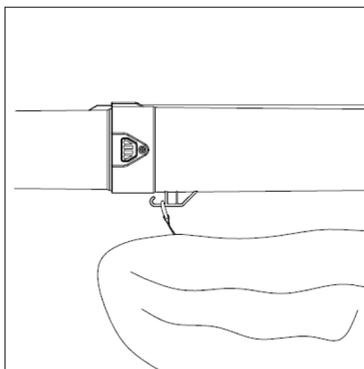

Abbildung 9
- Hängen Sie den Haken am hinteren Saugrohr ein (Abb. 9).